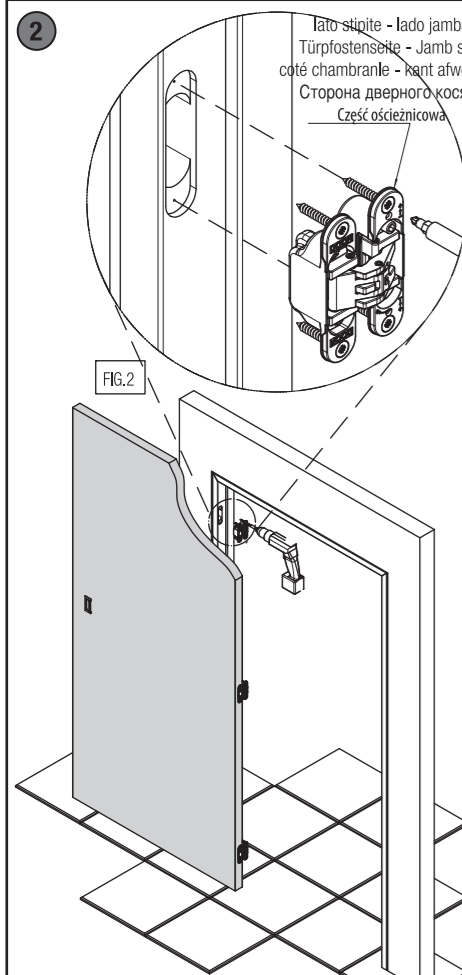

FIG.2
- *Montare la porta sullo stipite alloggiando le cerniere nelle rispettive fresate (fig.2). Fissare le cerniere con le apposite viti.
- *Instalar la puerta en el marco, alojando las bisagras en los correspondientes mecanizados (fig. 2). Fijar las bisagras con los tornillos.
- *Das Türblatt an der Zarge anbringen und die Türbänder in die jeweiligen Fräsungen einsetzen (Abb. 2). Die Türbänder mit den dafür vorgesehenen Schrauben befestigen.
- *Monteer het deurblad in de omkasting door de scharnieren in de passende uitzettingen te plaatsen. (fig.2) bevestig de scharnieren met de gepaste schroeven.
- *Установить дверь на дверной коробке, поместив петли в соответствующие пазы (рис.2). Зафиксировать петли предназначенными шурупами.
- *Dopasuj skrzydło do ościeżnicy i umieść zawiasy w gniazdach ościeżnicowych (rys.2). Przykręć je odpowiednimi wkrętami.